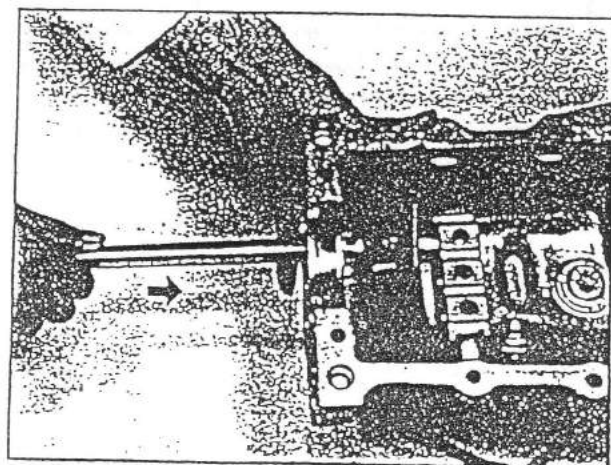

Fig. 13-66
- 2) Instale el eje selector de 1a.-2a. en la caja superior, y su horquilla selectora, según Fig. 13-66.